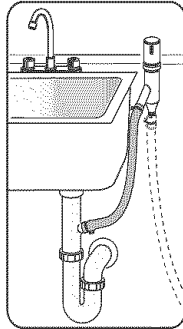

Figure 24
- 3) To the undersink dishwasher drain connection through an air gap, as shown in Figure 24.
- 3) Sur la connexion de vidange de l'évier par un espace d'air, figure 24.
- 3) A la conexión de evacuación debajo del fregador y a través de un dispositivo de ventilación, como muestra la Ilustración 24.